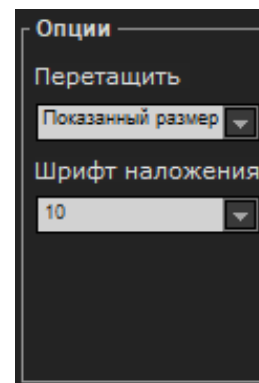

Рис. 192. Параметры инструмента
**Параметры инструмента.** Для данной функции у пользователей также имеются параметры инструмента, как можно видеть в разделе Task Tools (Специализированные инструменты) на рис. 192.